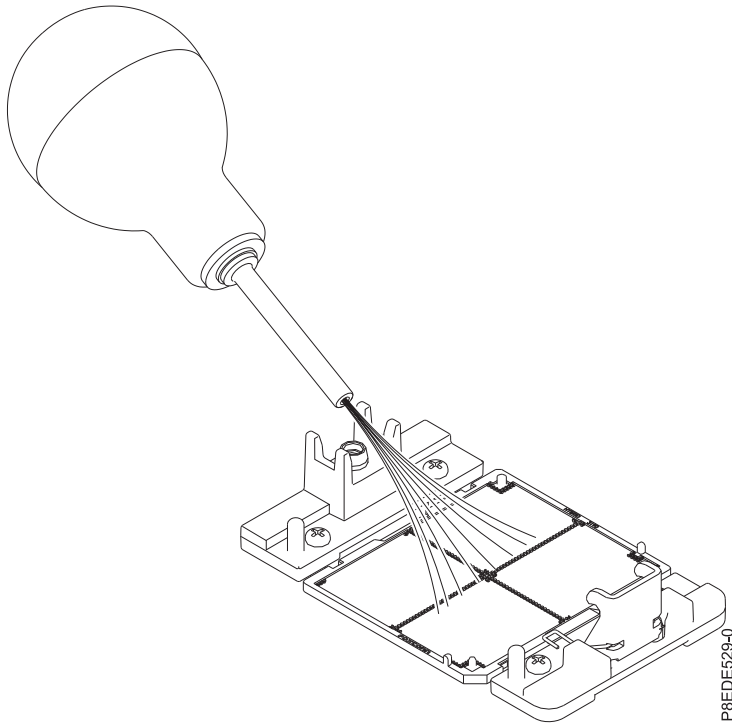

Figura 13. Extracción de los restos de polvo o suciedad del zócalo del procesador del sistema
- a. Si hay restos de polvo o suciedad en el zócalo del procesador del sistema, utilice la bomba de aire suministrada (número de pieza 45D2645) para limpiar el zócalo. Sople pequeñas ráfagas de aire desde el centro a los lados del zócalo, como se muestra en la Figura 13 en la página 14.